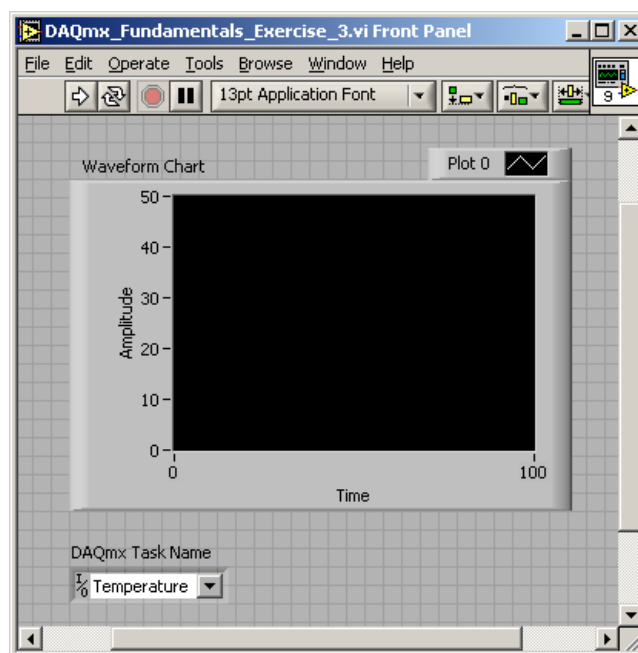

Figure 5. Exercice 3 face Avant
1. Ouvrir un nouveau VI et créer la Face Avant suivante : (Figure 5).